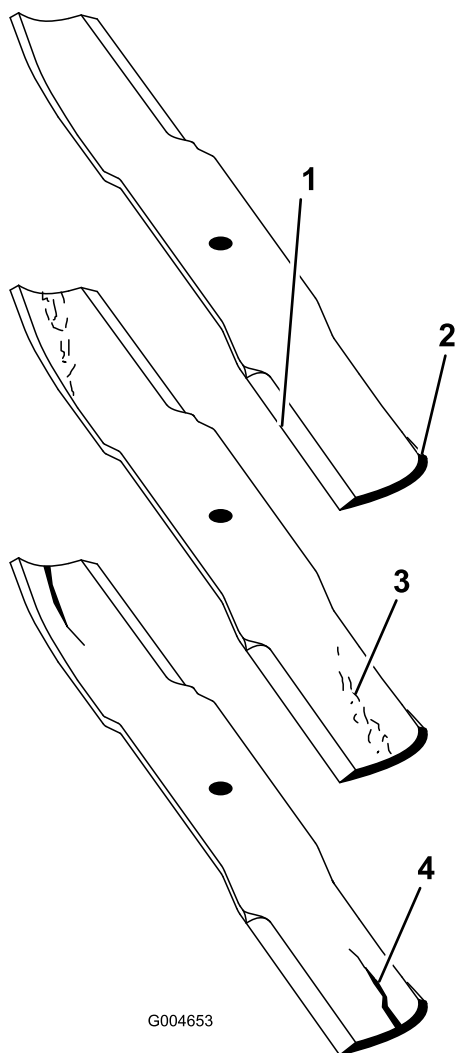

Figura 107
2. Examine cuidadosamente los extremos de corte de la cuchilla, sobre todo en el punto de reunión entre la parte plana y la parte curva de la cuchilla (Figura 107).
Nota: Puesto que la arena y cualquier material abrasivo pueden desgastar el metal que conecta las partes curva y plana de la cuchilla, compruebe la cuchilla antes de utilizar el cortacésped. Si se aprecia desgaste (Figura 107), cambie la cuchilla.